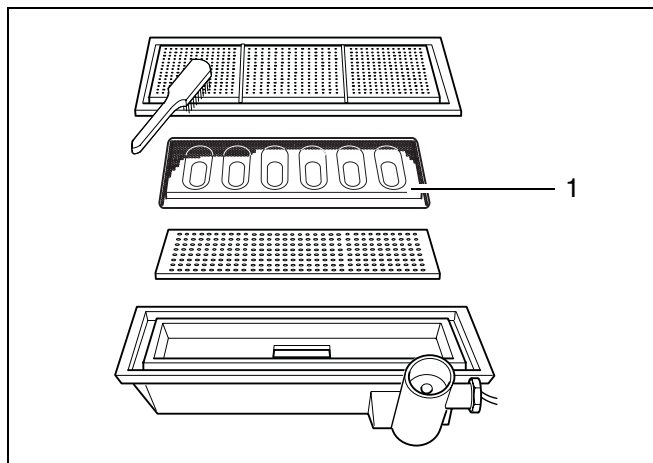

Fig. 39 Pulire il bruciatore
Pulire il bruciatore utilizzando una spazzola **morbida** e aria compressa (fig. 39).
La piastra forata (fig. 39, pos. 1) è presente solo nei modelli Logamax plus GB112-24 und GB112-24T25.